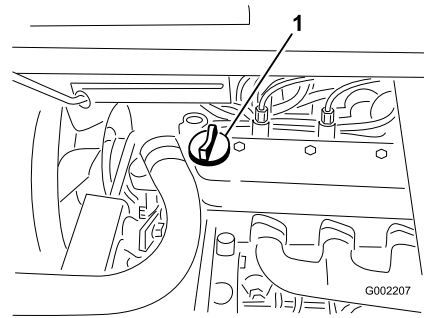

Figure 17
3. Si le niveau d'huile est bas, retirez le bouchon de remplissage du couvre-culasse (Figure 17) et ajoutez la quantité d'huile nécessaire pour amener le niveau au repère maximum sur la jauge. Reportez-vous à la section Entretien de l'huile moteur dans Entretien du moteur, page 36, pour connaître le type d'huile et la viscosité qui conviennent. Versez l'huile lentement et vérifiez souvent le niveau durant la procédure. Ne remplissez pas excessivement.